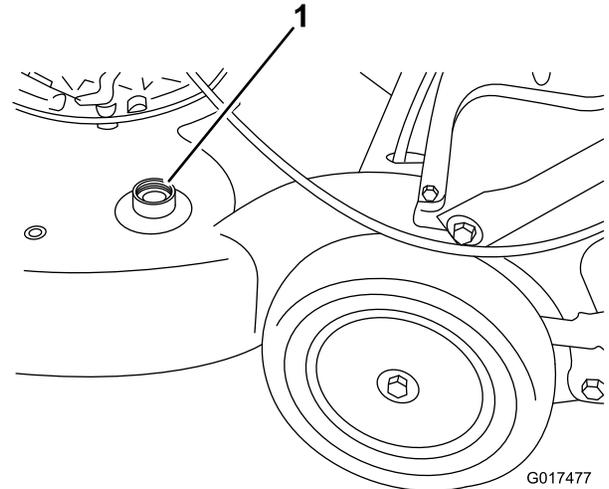

Figure 39
3. Branchez un tuyau d'arrosage relié à l'alimentation en eau au raccord de lavage du carter du tablier de coupe (Figure 39).